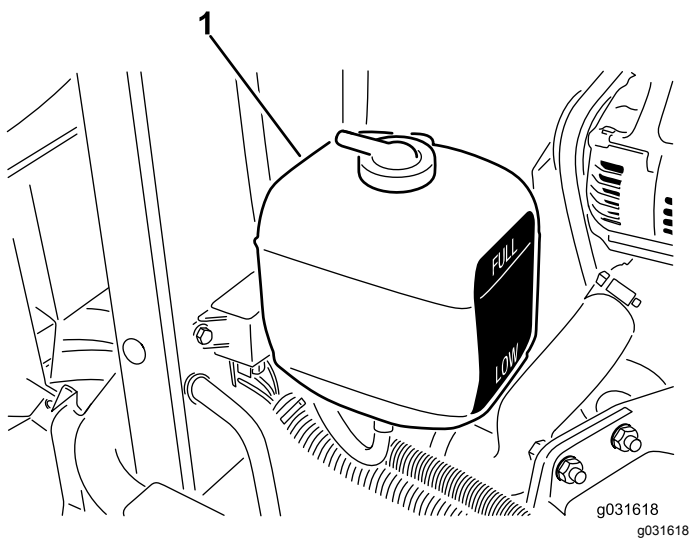

Figura 57
1. Verifique o nível de líquido de refrigeração do depósito secundário (Figura 57).